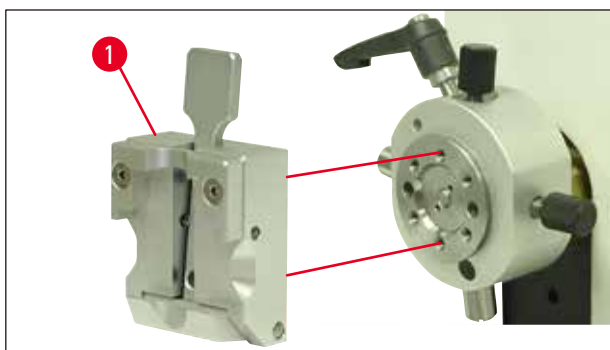

Fig. 11
4. Placez la pince (→ Fig. 10-4) comme indiqué sur le croquis (→ Fig. 11) sur le support et fixez-la à l'aide des deux vis (→ Fig. 11-1).